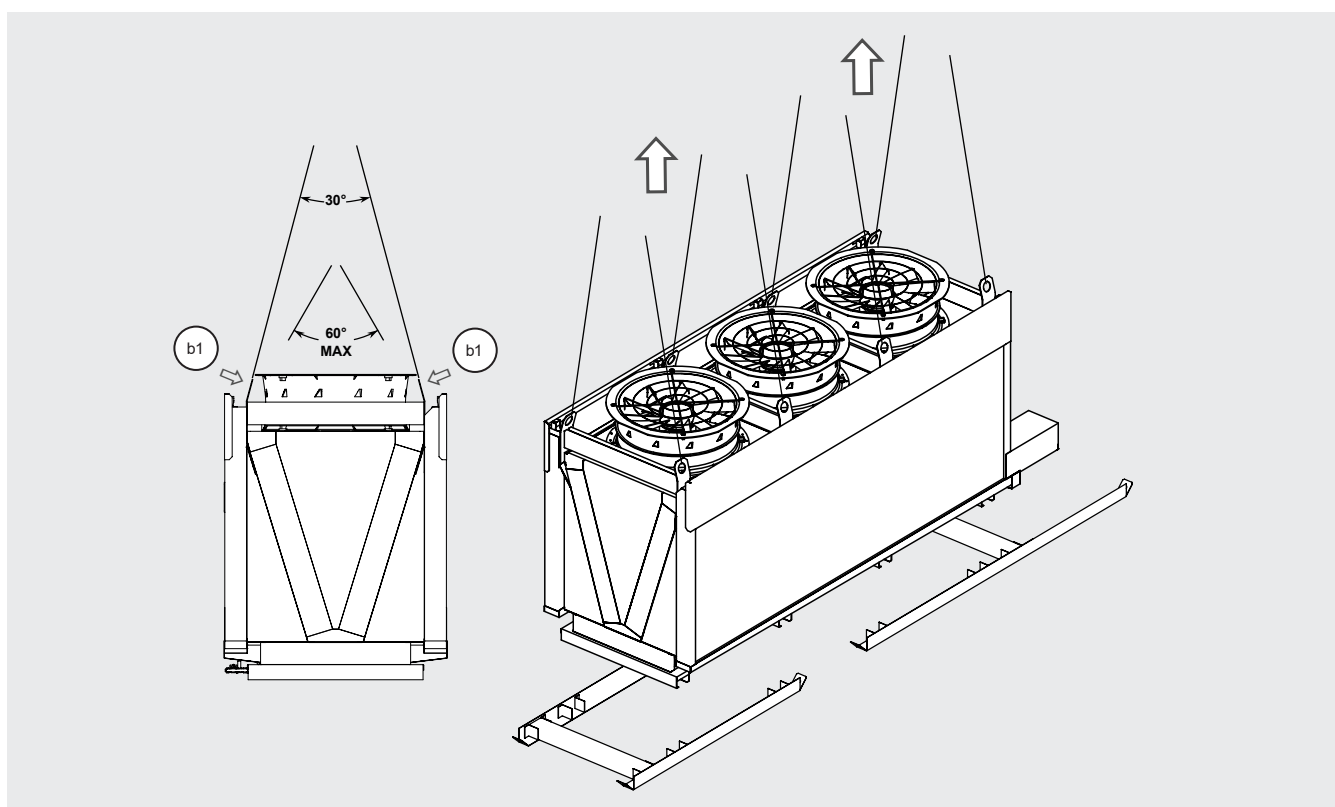

Figure 7
- 5.8 Fixez la grue aux points de levage (b1), soulevez le modèle et placez-le à son emplacement définitif. Utilisez tous les points de levage. Voir la Figure 7.